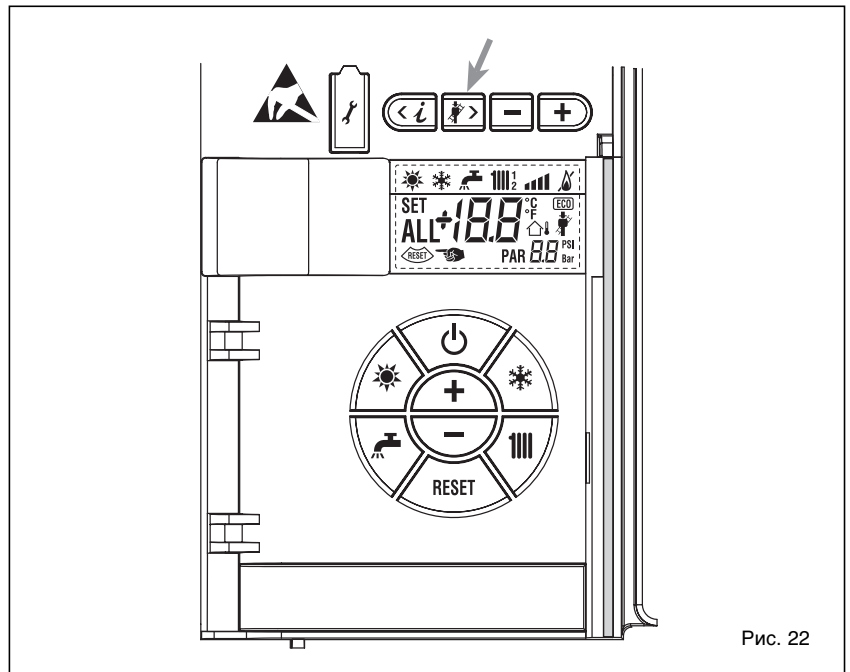

Рис. 22
4.4.1 Функция очистки труб (рис. 22)